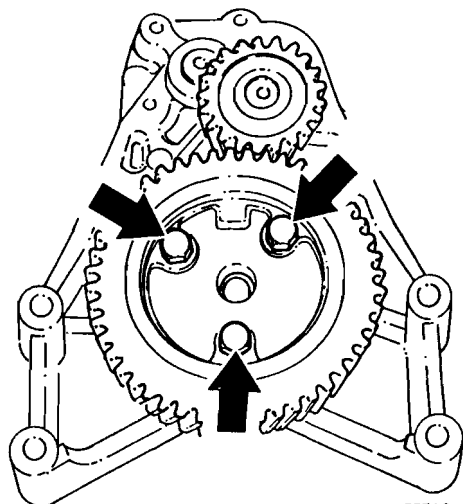

Fig. 203
- 1 Quitar los tornillos de fijación y sacar el engranaje intermedio completo con el muñón de cojinete, véase fig. 203.
- 19 Montar la rueda intermedia y el muñón del cojinete. Apretar los tornillos del muñón con 22 Nm (fig. 203).